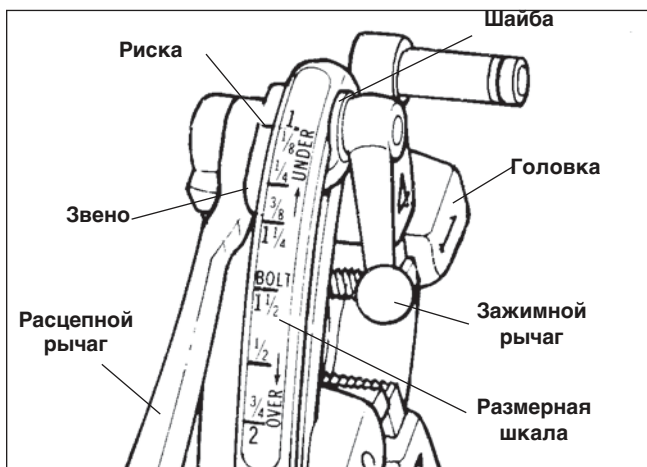

Рисунок 10 – Быстрооткрывающаяся головка № 713 и 913
- 7.а. Быстрооткрывающаяся резьбонарезная головка (рисунок 10) – По завершении резьбы поднимите расцепляющий рычаг в открытое положение, отводя гребенки.
Для резьбонарезных головок № 713 и 913 (рисунок 10) для левых резьб требуется три набора гребенок для нарезания резьбы на трубы в диапазоне 1/4 – 2. Для каждого из следующих диапазонов размеров труб требуется один набор гребенок: (1/4"- 3/8"), (1/2"- 3/4") и (1" - 2").